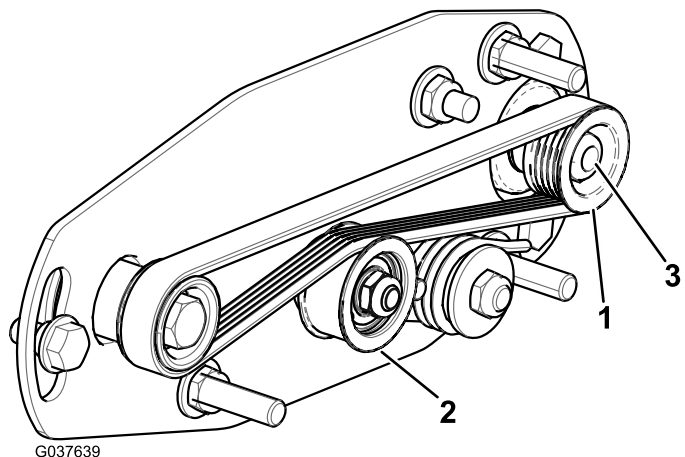
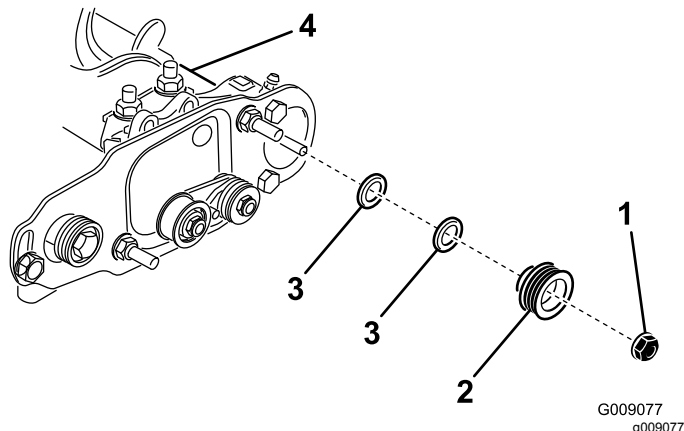

图 24
图 25
1. 从动皮带轮位于滚筒刷轴可以自由出入 图 24。
2. 旋转滚刀会带动驱动皮带轮旋转把皮带从驱动皮带轮上撬下来 图 24。
3. 卸下将从动皮带轮固定至刷轴的锁紧螺母 图 24 或 图 25。
4. 从轴上卸下从动皮带轮 图 25。
5. 如果皮带轮需要移出可添加 0.8mm 厚的垫圈 图 25。
6. 如 图 25 所示安装皮带轮。